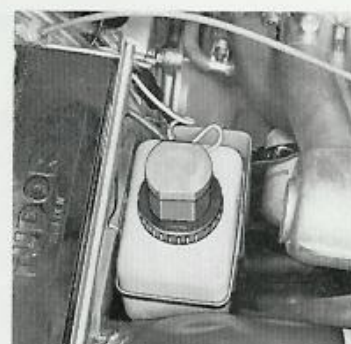

Bild 46. Vätskebehållare
4. Kontrollera att vätskebehållaren för vindrutespolaren är fylld (bild 46).